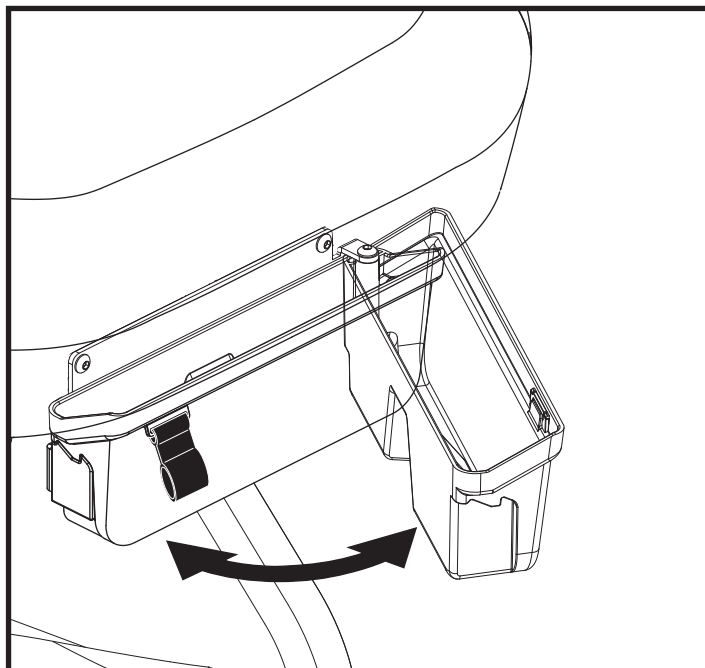

Figura 9. Vano portaoggetti a scomparsa
2. Ruotare il vano portaoggetti nella posizione aperta. **Vedere figura 9.**
1. Aprire il vano portaoggetti tirando la maniglia verso l'alto e verso l'esterno. **Vedere figura 9.**
3. Rimuovere i due bulloni dalla staffa. **Vedere figura 9.**